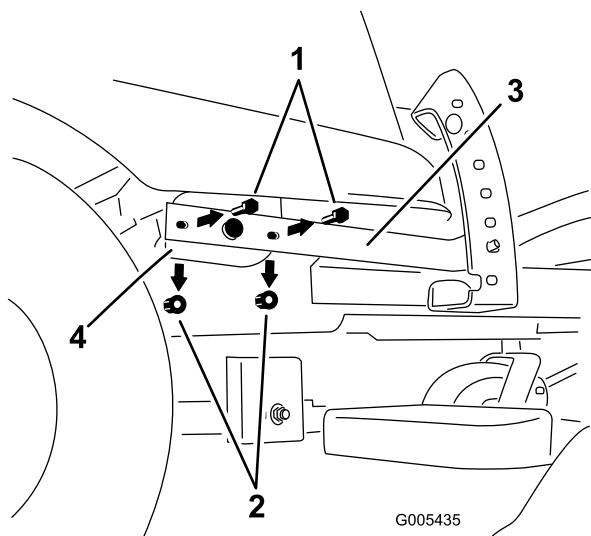

Figura 2
- Localice el brazo de elevación y la palanca de elevación debajo del cuerpo derecho de la carrocería (Figura 2).
- Retire los herrajes que sujetan el brazo de elevación a la palanca de elevación (Figura 2). Guarde los herrajes.